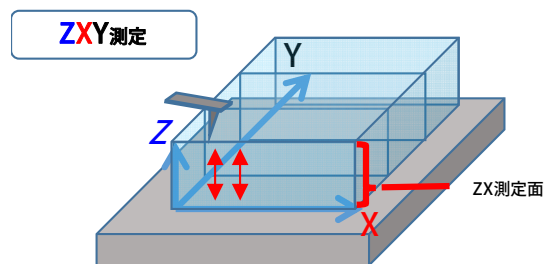

図 4 ZXY 測定の模式図
図 4 に ZXY 測定の測定模式図を示します。ZXY 測定はフォースカーブ測定がベースの測定です。フォースカーブは、探針と試料間の距離 (Z) を大きく上下に変化させながら (アプローチとリリース) その際に探針が受ける力を測定します。ここでは磁気力による位相遅れを検出しています。この測定を X 方向へ連続測定し、ZX 測定面を作成します。次にこの ZX 測定面を Y 方向に連続して測定することで Z・X・Y の 3 次元情報をもつ ZXY 測定面を形成します。そして、得られた 3 次元情報から任意の XY 平面を再描画させます。